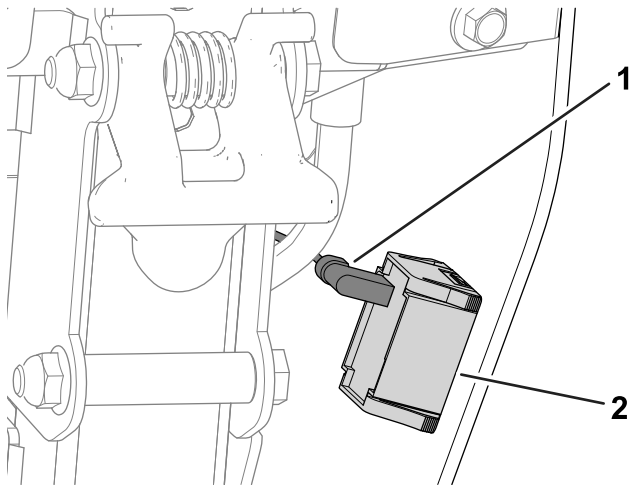

Figura 42
- A. Desconecte el conector del arnés de cables del horímetro (Figura 42).